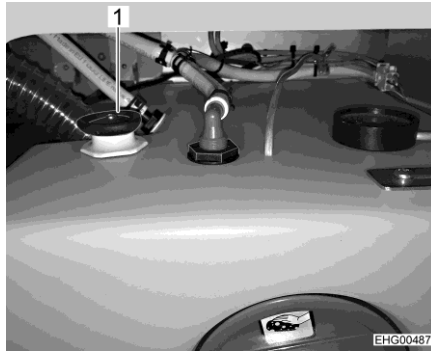

Bild 60 Wassertank mit Drehgriff
- Auf dem Wassertank den Drehgriff (Bild 60,1) entgegen dem Uhrzeigersinn über den Widerstand hinaus bis zum Anschlag drehen, um die Ablauföffnung vollständig zu öffnen.